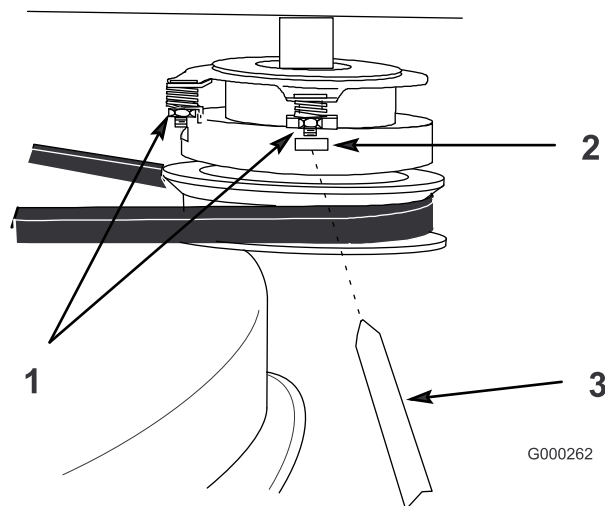

Figure 40
1. Pour régler l'embrayage, serrez ou desserrez les contre-écrous sur les goujons à embase (Figure 40).
2. Vérifiez le réglage en introduisant une jauge d'épaisseur dans les fentes à côté des goujons (Figure 40).